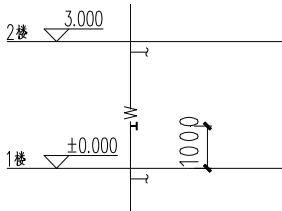

图 3-16 距楼板线标高
- “距楼板线标高”选项：指检查口与楼板线的距离，如图 3-16 所示；可自定义，可通过单击文本框右边的调整按钮进行设置。